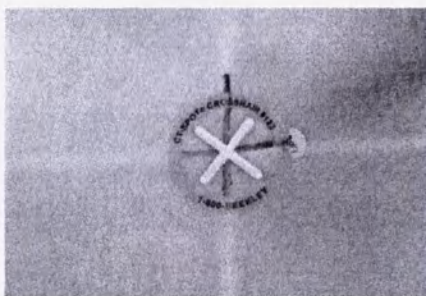

Рисунок 4
4.1.5 Этикетка для маркировки кожи в виде перекрестия (рисунок 4) используются для разметки тела пациента и предназначены для определения положения тела пациента во время сеанса диагностики и проведения процедур лучевой терапии.